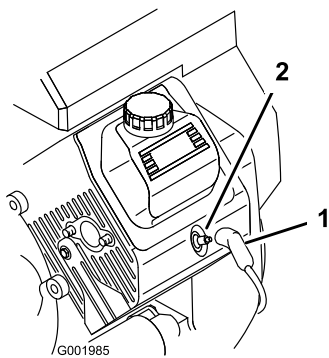

Figure 49
- Débranchez les fils des bougies (Figure 49).
- Rebranchez les bougies (Figure 49).